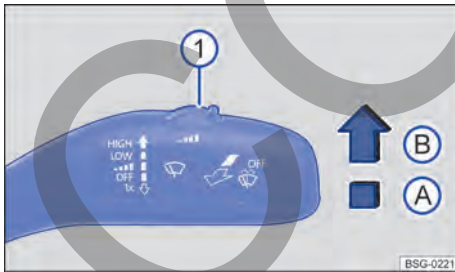

Fig. 79 En el lado derecho de la columna de dirección: palanca del limpiaparabrisas.
→ Fig. 79:
La sensibilidad del sensor de lluvia y de luz puede ajustarse manualmente con el mando situado en la palanca del limpiaparabrisas → Fig. 79 (1), → ▲.